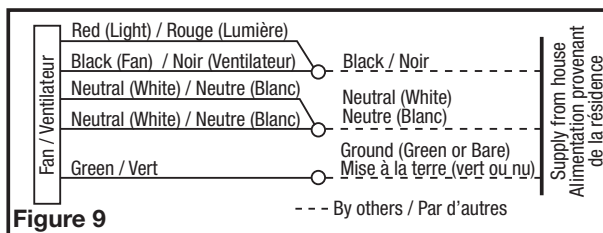

Figure 9
- From where you have access to inside the fan's junction box, connect the one white wire from the house to both the white wire from the fan's light receptacle and the white wire from the fan's exhaust receptacle. Connect the black wire from the wall switch to both the red wire from the fan's light receptacle and the black wire from the fan's exhaust receptacle. Connect the ground wire from the house to the green wire from the fan's grounding screw (**Figure 9**). Use approved methods for all connections.
2a. Par là où vous avez accès à l'intérieur de la boîte de jonction du ventilateur, raccorder un fil blanc provenant de la maison aux deux fils blancs du réceptacle de la lumière et le fil blanc du réceptacle du ventilateur d'évacuation. Raccorder le fil noir provenant du commutateur mural aux deux fils rouge du réceptacle de la lumière et au fil noir du réceptacle du ventilateur d'évacuation. Raccorder le fil de mise à la terre de la maison au fil vert de la vis de mise à la terre du ventilateur (**Figure 9**). Utiliser des méthodes de raccordement approuvées pour toutes les connexions.